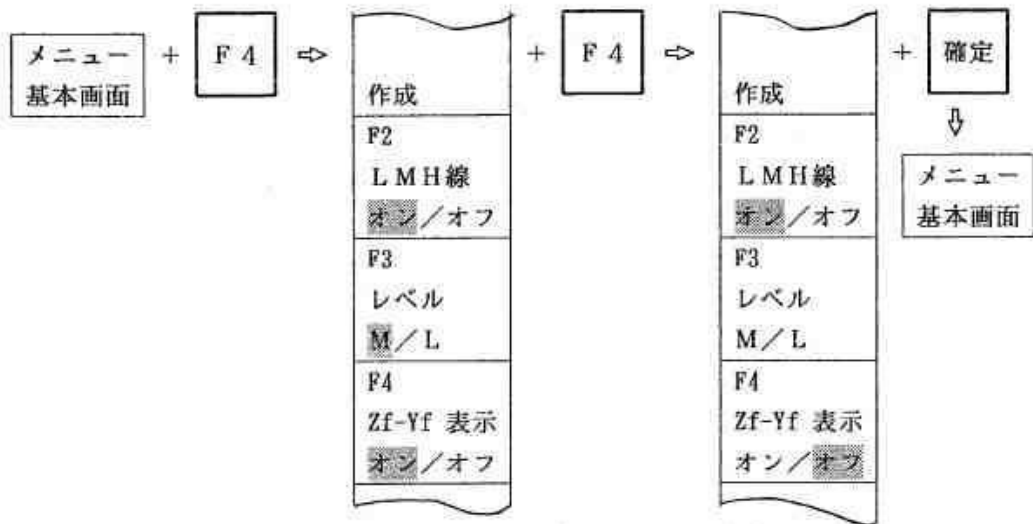

図 9.3.14 Zf-Yf表示のオンの手順
- ① 選択キー〔F4〕を1回押すと図 9.3.14 の選択メニューが表示されます。このメニューの〔F4〕の項を見ると、〔オフ〕の部分にカーソルがあります。
- ② 〔オン〕に切り替える場合には、選択キー〔F4〕を1回押します。カーソルが〔オン〕に移りますからそれを確認して確認キーを1回押します。